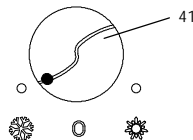

fig. 4.10
19 Posizionare il commutatore di funzione (41) come in fig. 4.10